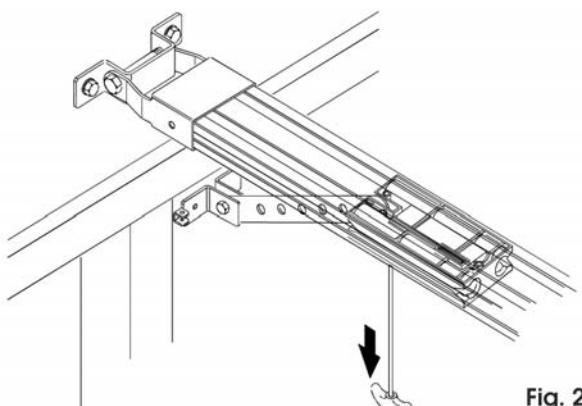

Fig. 23
- 3) Tirer la poignée de déverrouillage vers le bas et vérifier qu'il est possible de déplacer la porte à la main (fig. 23).